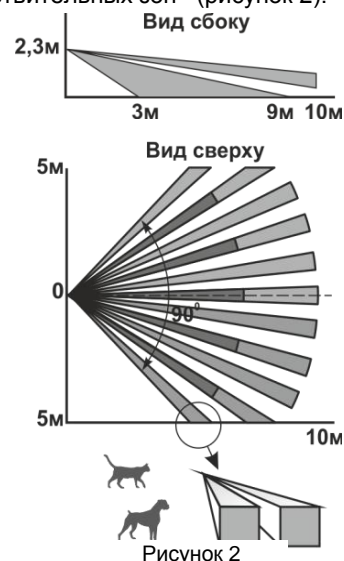

Рисунок 2
**2.1** Принцип действия основан на регистрации изменений потока теплового излучения, возникающих при пересечении человеком зоны обнаружения, которая состоит из чувствительных зон. Каждая чувствительная зона состоит из двух элементарных чувствительных зон (рисунок 2). Чувствительные зоны извещателя формируются линзой Френеля и двухплощадочным пироэлектрическим приемником.